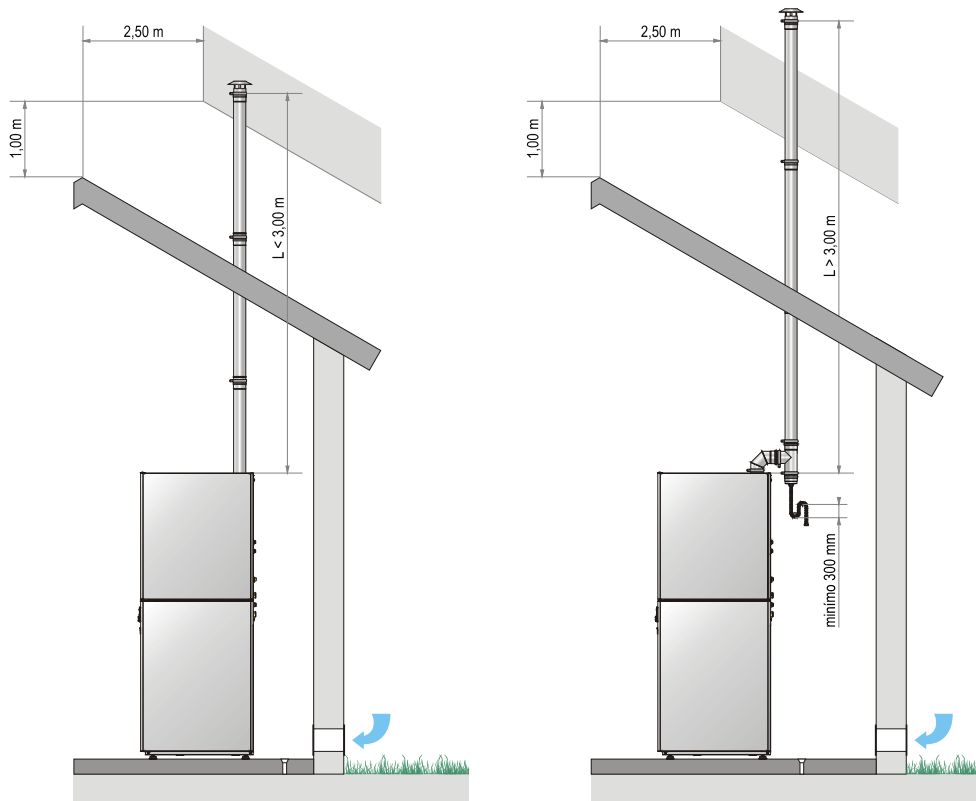

figura 17
**Cuando la configuración de la chimenea sea completamente vertical y con una longitud mayor de 3 m se debe de instalar un sifón de recogida de la condensación conectado a un desagüe de la vivienda en la base del conducto (figura 17).**